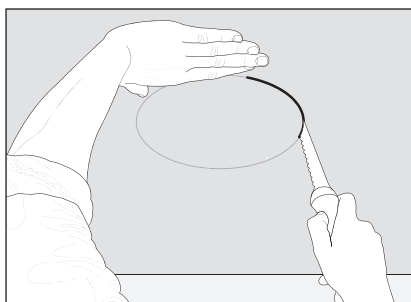

Fig. 5b
4. Retirez le gabarit et découpez l'ouverture à l'aide d'un couteau à cloison sèche (figures 5b et 6c).